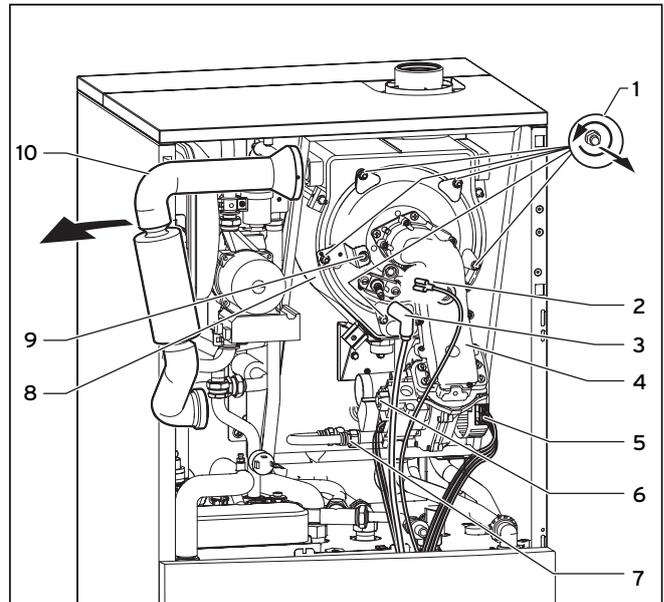

Abb. 8.2 Thermo-Kompaktmodul ausbauen (abgebildet VSC 126-C 140/196-C 150)
- Trennen Sie die Gaszuleitung (7).
- Entfernen Sie die fünf Muttern (1), siehe Abb. 8.2.
- Ziehen Sie das Thermo-Kompaktmodul (4) vom Integral-Kondensations-Wärmetauscher (8) ab, siehe Abb. 8.2.
- Reinigen Sie die Heizspirale (1) des Integral-Kondensations-Wärmetauschers (2) mit einer handelsüblichen Essig-Essenz. Spülen Sie mit Wasser nach.
- Über die Öffnung (3) kann auch der Kondenswasser-Sammelraum gereinigt werden.